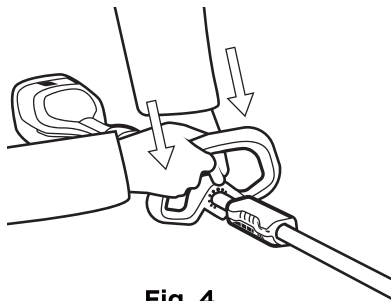

Fig. 4
a. Enganche el mango auxiliar en la posición adecuada en la parte superior del eje como se muestra, la posición se puede ajustar según las necesidades personales. (Fig. 4)